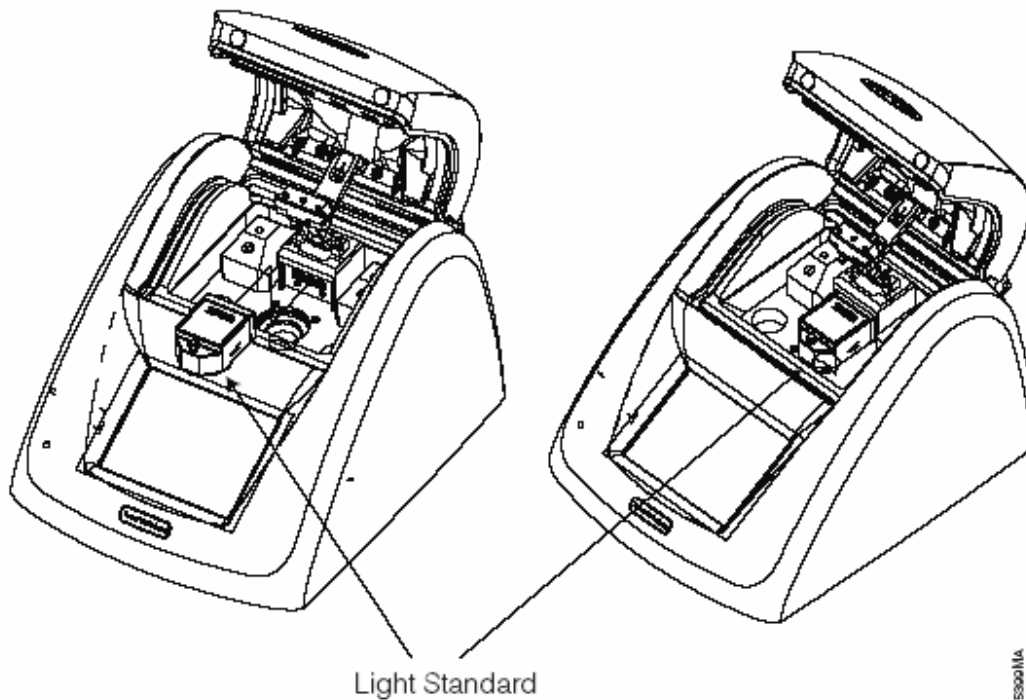

Abbildung 13: Einsetzen des Light Standard in das Probenabteil
3. Setzen Sie den Light Standard in das Probenabteil ein (Abb. 13).